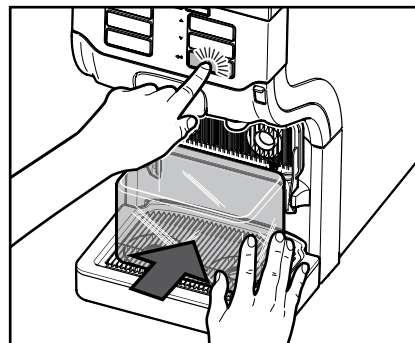

Fig. 47
5. Collocare il recipiente di raccolta sotto i due erogatori del prodotto e premere quindi il tasto INVIO ◀ (fig. 47).